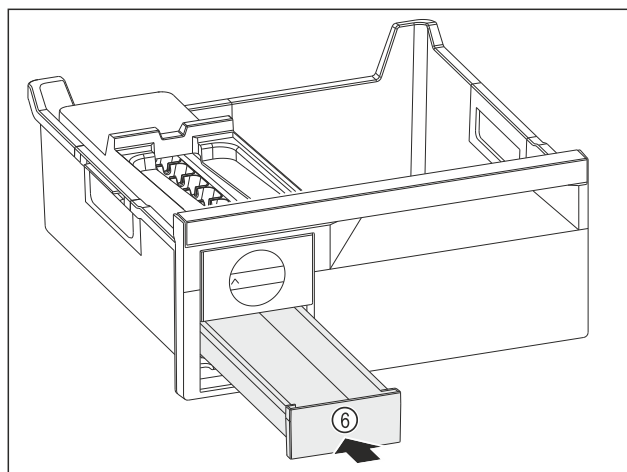

Fig. 123
- ▶ Eiskwürfelschubfach Fig. 123 (6) einschieben.